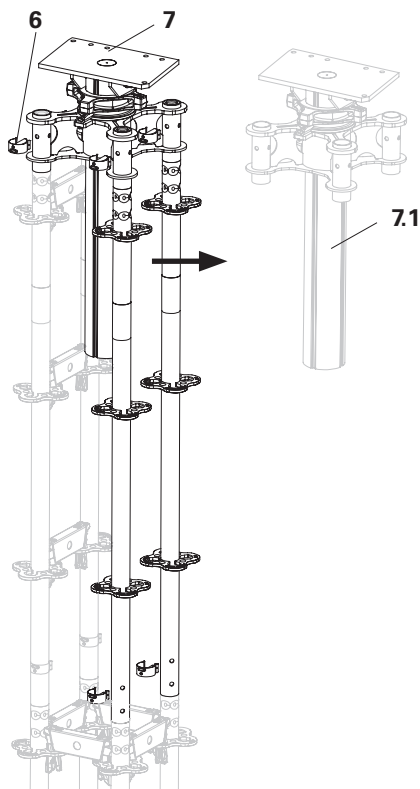

Fig. A4.01a
1. Abbassare l'albero di testa (7).
2. Togliere il corrente orizzontale (4) fino al giunto del montante su tre lati del puntello.
3. Togliere i perni di bloccaggio Ø 48/57 (6) dai montanti adiacenti.
5. Sollevare l'albero di testa e togliere il tubo filettato (7.1) dal lato tra le rosette dei montanti ruotati. (Fig. A4.01a + A4.01b)